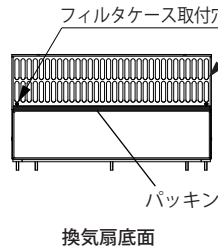

図 4
4. フードをベースに取付け、フード取付ねじ M4×12 (6 か所)、ワッシャー (6 か所) を①②③の手順で取付けてください。(図 4)